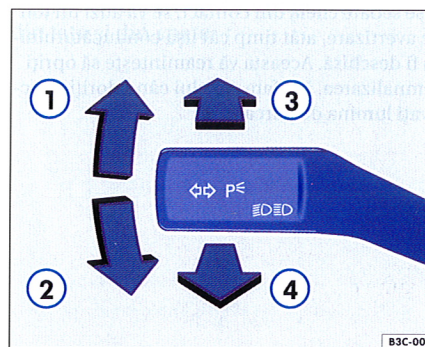

Fig. 43 Maneta pentru luminile de semnalizare și lumina de drum
- Acționați maneta în sus până la limită ⇒ fig. 43 ① pentru a semnaliza la dreapta, respectiv în jos ②, pentru a semnaliza la stânga.
- Acționați maneta în față $\Rightarrow$ pagina 61, fig. 43" , pentru a aprinde lumina de drum. Când lumina de drum este aprinsă, în tabloul de bord se aprinde o lampă de control .
- Acționați maneta înspre volan $\Rightarrow$ pagina 61, fig. 43" , pentru a activa avertizarea luminoasă.